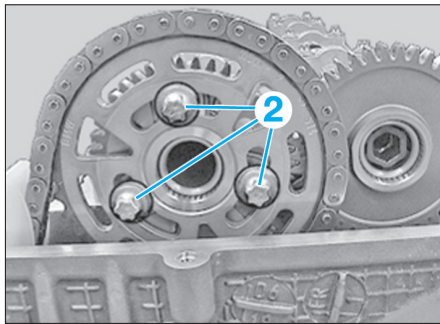

Fig. 96
- les vis d'arbre à cames (2) (Fig.96).